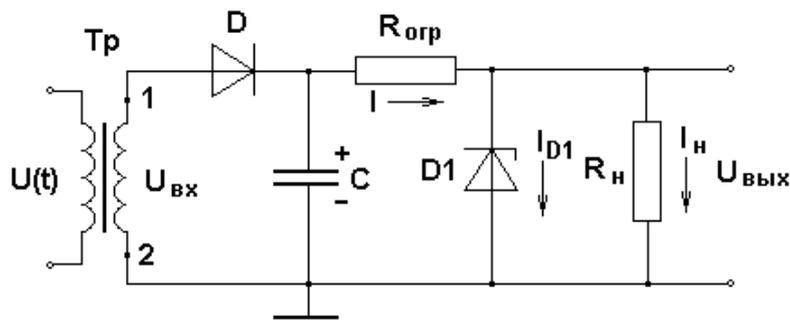

Рисунок 11.7 – Схема выпрямителя со стабилизатором напряжения
На рис. 11.7 приведена схема однополупериодного выпрямителя с ограничителем напряжения на основе стабилитрона. Выходное напряжение для этой схемы в точности равно напряжению стабилизации стабилитрона  $D_1$  и не зависит от пульсации напряжения на выходе выпрямителя. Протекающий через ограничительный резистор ток
Если в схеме на рис. 11.7 вместо стабилитрона включить последовательную цепочку нескольких стабилитронов, то можно получить несколько значений выходных напряжений, не зависящих от пульсации напряжения на выходе выпрямителя.
11.3.6 Почему схема выпрямителя со стабилизатором напряжения (рис. 11.7) характеризуется очень низким коэффициентом пульсаций?